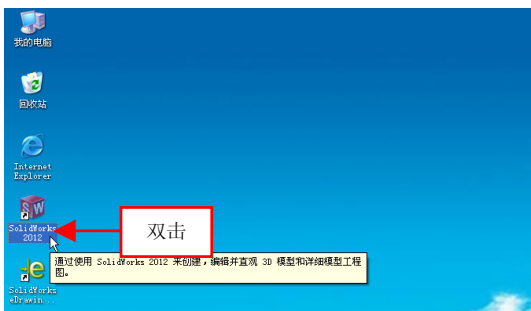

图 1-9 双击鼠标左键
(1) 移动鼠标指针至桌面上的 SolidWorks 2012 程序图标上，在图标上双击鼠标左键，如图 1-9 所示。